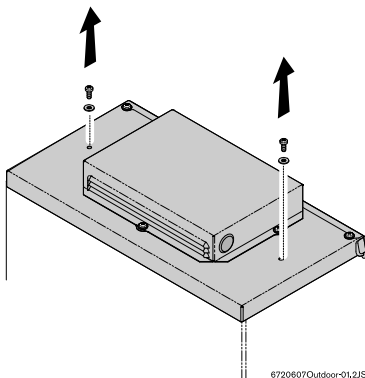

Fig. 7
- ▶ Retire los dos tornillos superiores que sujetan la caperuza a la parte superior del calentador vigilando que no se pierdan las juntas de goma de los tornillos (véase fig. 7).